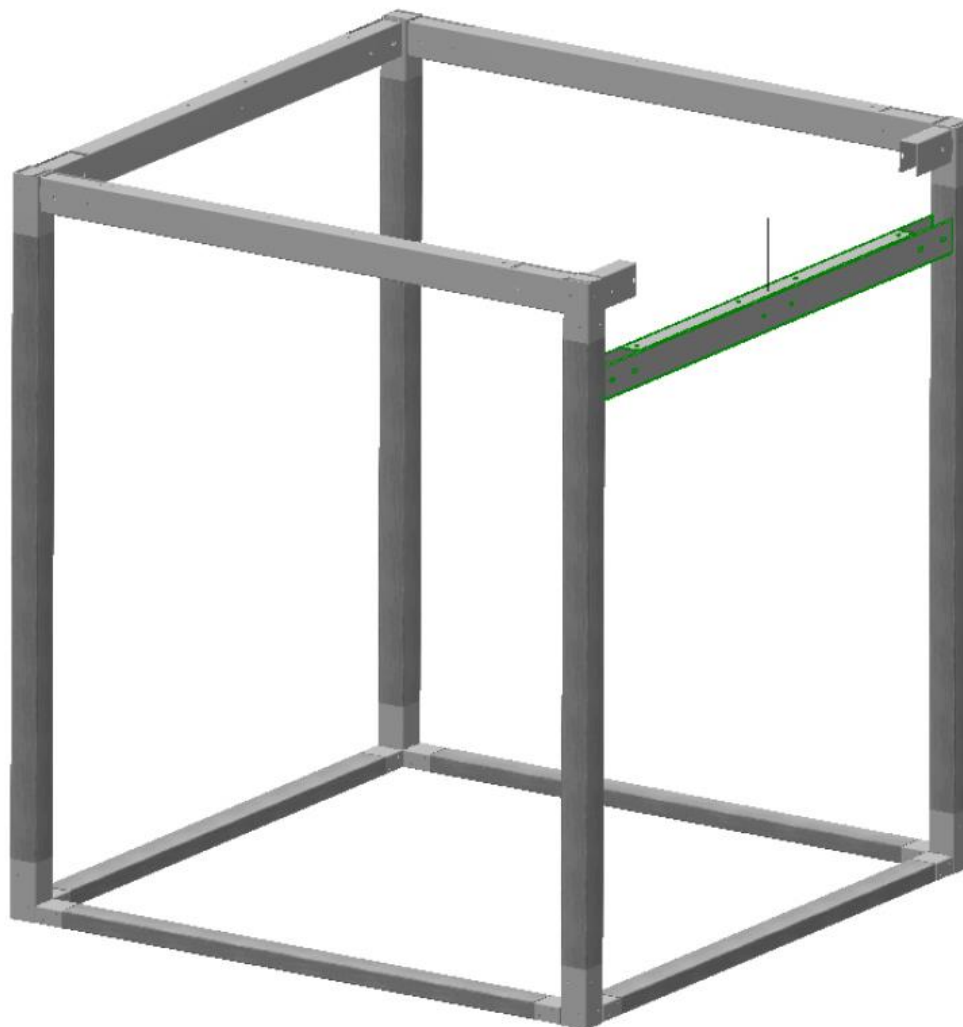
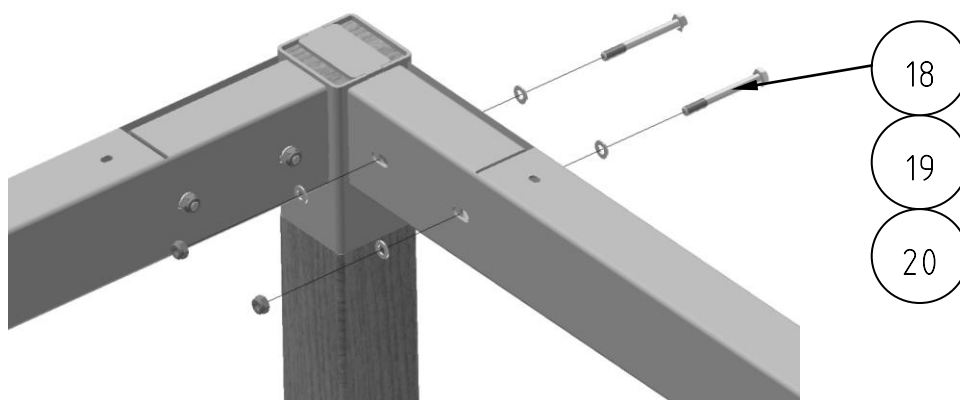

Abbildung 7: Anbringung der Seitenteile
Abbildung 8: Befestigung der Seitenteile
Schieben Sie nun die Seitenteile (7 & 8) von unten auf die Eckverbinder (2)(Abb. 7) und arretieren sie diese mit den entsprechenden Schrauben (Abb. 8). Schrauben Sie die Muttern mit der Hand auf die Schrauben und ziehen sie diese **noch nicht** fest. Die endgültige Fixierung erfolgt später. Achten Sie darauf, dass sich immer die gleichen Seitenteile gegenüberliegen (mit und ohne Loch).